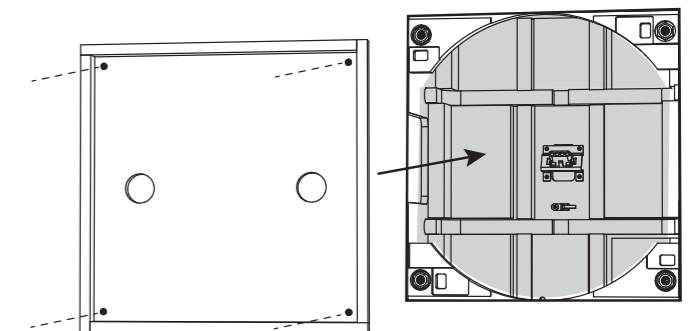

Fig. 5. Drywall Removed from the Aperture, and Cover Installed
2. Dopo l'installazione del muro a secco, ritagliare con cura il foro nel muro a secco con uno strumento manuale adatto, utilizzando come guida l'apertura rettangolare del retro della lattina (Fig. 5). Fare attenzione a non tagliare i cavi degli altoparlanti o il legno del barattolo posteriore. Assicurarsi che l'apertura del muro a secco non sia più grande dell'apertura del barattolo posteriore. Rimuovere polvere o detriti dall'interno della lattina posteriore.